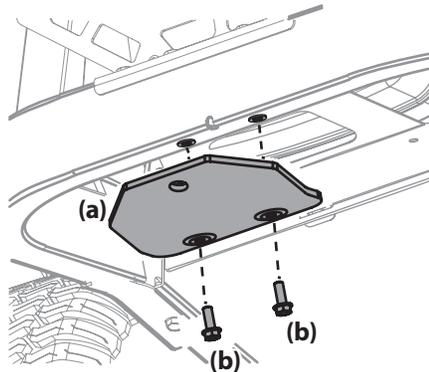

Figura 2
- Ubique el enganche (a) e instálelo en la parte trasera del bastidor con los tornillos de arandela hexagonal (b) proporcionados. Consulte la Figura 2.